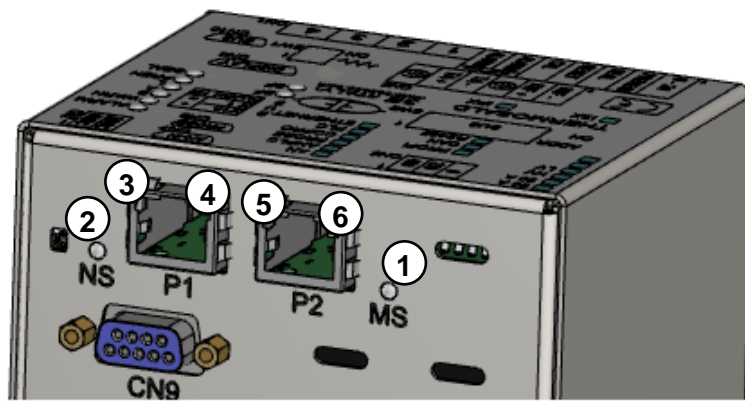

Figura 21 – Switch Ethernet modelli *AB B40*
6.3.3.2 Modelli AB B40 (vedi 6.2.8, Figura 21)
6.3.4.2 Modelli AB B40 (vedi 6.2.8, Figura 21)